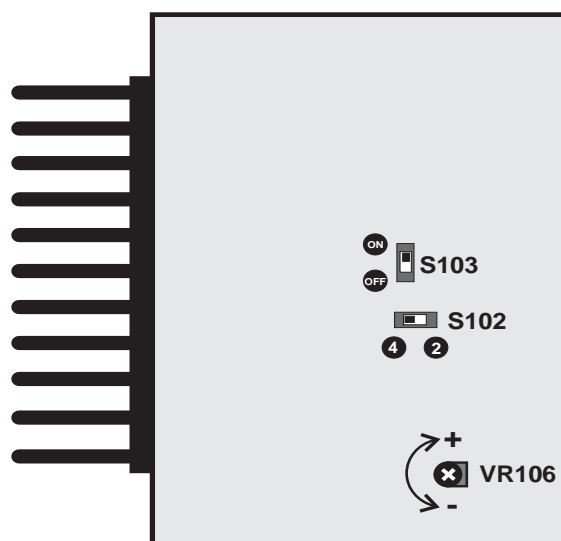

Fig. 4.3.1
L'amplificatore dispone di un generatore di segnale di preavviso (DIN-DON) interno, attivabile dalla chiusura dei contatti della morsetteria PRECEDENCE (16). Sulla piastra del circuito principale, all'interno dell'amplificatore, sono presenti i controlli relativi al generatore, come riportato in fig.4.3.1.
The amplifier is fitted with a built-in warning signalling system (CHIME), which may be activated by closing the contacts on the terminal block PRECEDENCE (16). The appropriate controls are to be found on the main circuit board within the amplifier, see figure 4.3.1 for their exact locations.